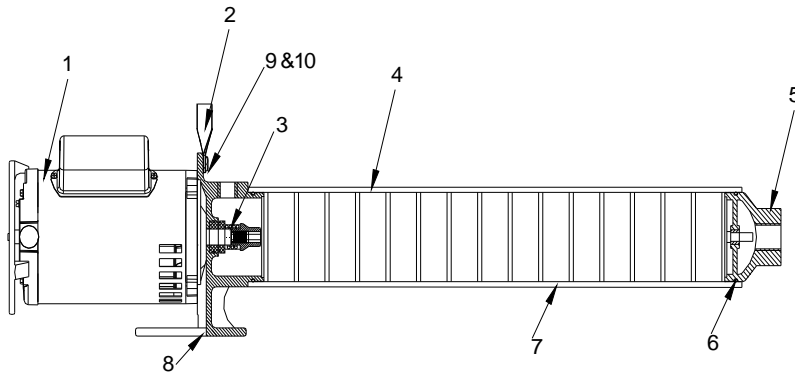

Figure 16 –Pièces de Réparation pour l'illustration – Pour les modèles de Booster de standard
**NOTE:** Pour le démontage de la pompe, se référer aux illustrations des pièces de rechange illustrations (Voir Les figures 16 et 17 à la page 14&15).